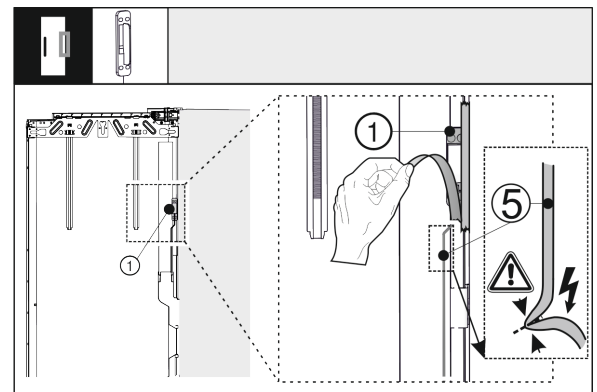

Fig. 40
- ▶ Αποσυνδέστε τον αισθητήρα κρούσης Fig. 40 (1) από την εξωτερική πόρτα. Μην προκαλείτε ζημιές στο καλώδιο σύνδεσης Fig. 40 (5).